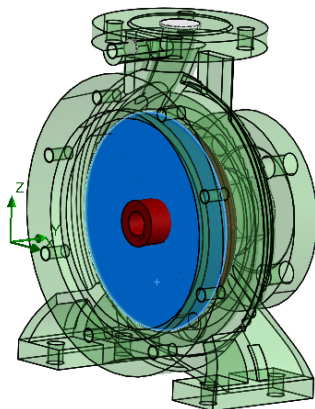

图 12-31 创建的封盖
STEP ② 单击“Flow Simulation”选项卡中的“创建封盖”按钮，在模型的多个位置创建封盖，如图 12-31 所示（个别位置所创建的封盖可能不太准确或者无法创建，此时，需要